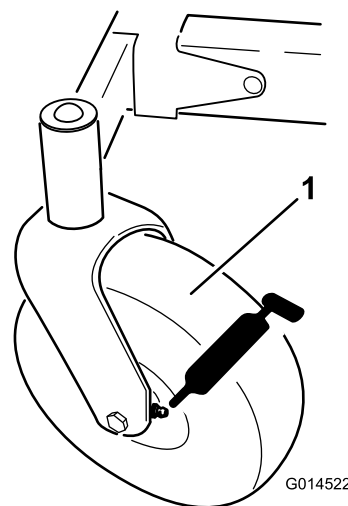
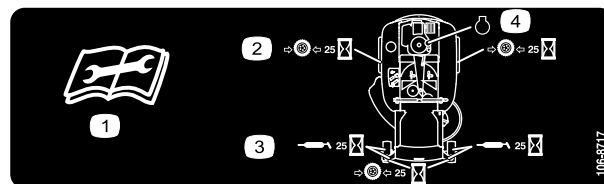

Figure 29
Figure 30
3. Nettoyez les graisseurs (Figure 29 et Figure 30) à l'aide d'un chiffon.
commence à suinter des roulements (Figure 29 et Figure 30).